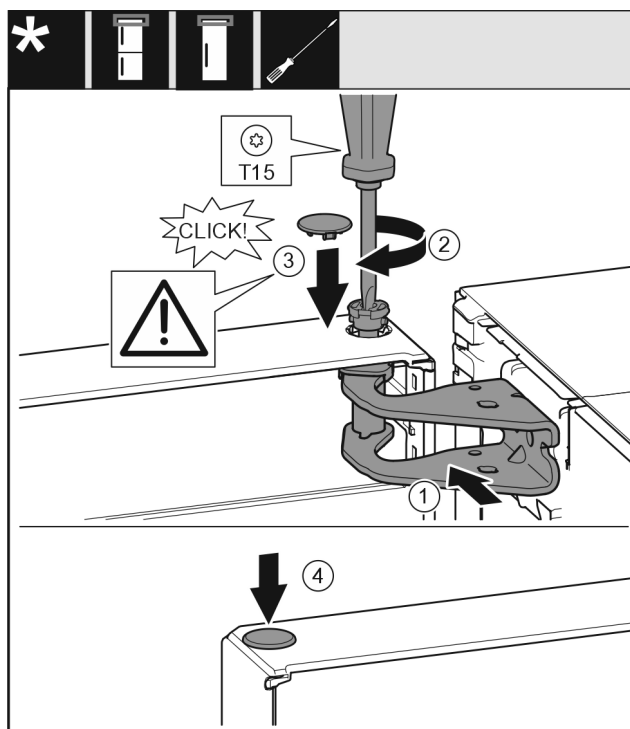

Fig. 22
- 将门的上方对准托架中的开口。 Fig. 22 (1)
- 放入螺栓 Fig. 22 (2) 并用螺丝刀拧紧。
- 安装冰箱门安全装置的安全盖 Fig. 22 (3)：放入安全盖并检查其是否在门上。此外将螺栓完全插入。
- 放上堵头 Fig. 22 (4)。